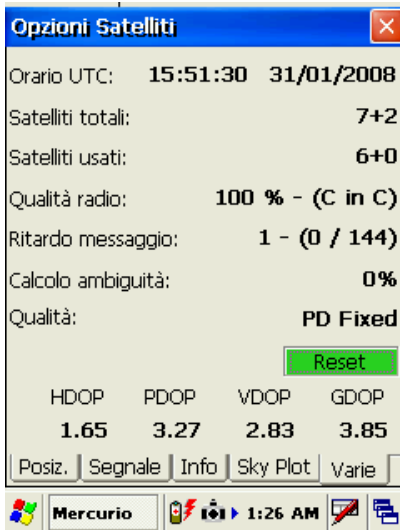

fig. 44
- VARIE:** vengono date le informazioni riguardo il numero dei satelliti agganciati ed utilizzati, la qualità della radio, lo stato del calcolo dell'RTK, le informazioni sul PDOP ed il tasto RESET utile per rieffettuare il calcolo della precisione (ambiguità di fase) nel caso non sia FIXED fig. 44